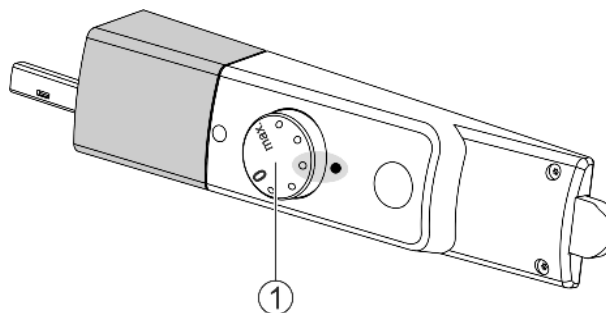

Fig. 3
- ▶ Temperaturregler *Fig. 3 (1)* nach rechts von Stellung 0 auf Punkt 3 drehen.